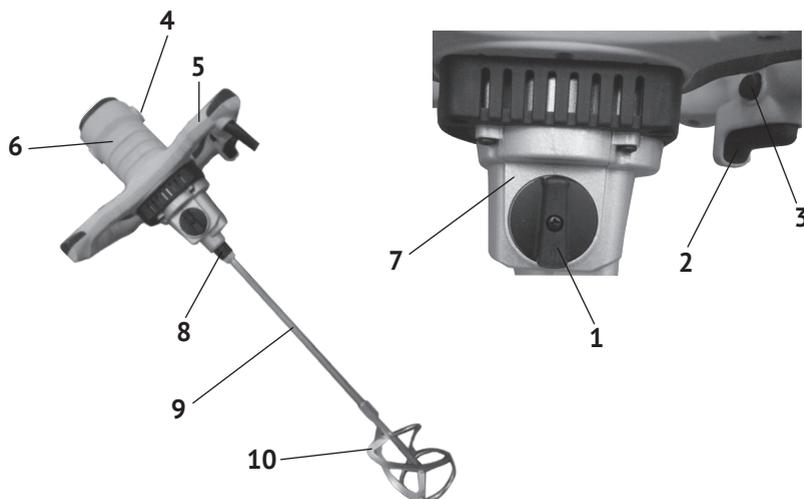

рис.1
1.6 Общий вид миксера представлен на рис.1
1.7 Миксер состоит из коллекторного двигателя в пластиковом корпусе (рис.1 поз.6), выполненном из двух частей заодно с рукоятками, и редуктора, расположенного в металлическом корпусе (рис.1 поз.7). Крутящий момент с якоря электродвигателя через систему шестерён, передаётся на шпindel (рис.1 поз.8), соосный с двигателем. В резьбовое отверстие (M14) шпинделя вкручивается удлинитель (рис.1 поз.9) с насадкой (рис.1 поз.10).
1.8 Клавиша выключателя (рис.1 поз.2) расположена в нижней части правой рукоятки. Слева на рукоятке находится кнопка (рис.1 поз.3) блокировки клавиши
(рис.1 поз.2) после нажатия и удержания кнопки блокировки (рис.1 поз.3). После запуска двигателя кнопку блокировки можно отпустить;
2.2.3 Переключатель диапазона скоростей (рис.1 поз.1) расположен на редукторе сзади. Он имеет два фиксированных положения обозначенных символами «I» и «II» на переключателе скоростей. Совмещая конец ручки переключателя с символом «Δ» на корпусе редуктора, выбираем нужный диапазон скорости.
- открутить крышку щёткодержателя (рис.1 поз.4);